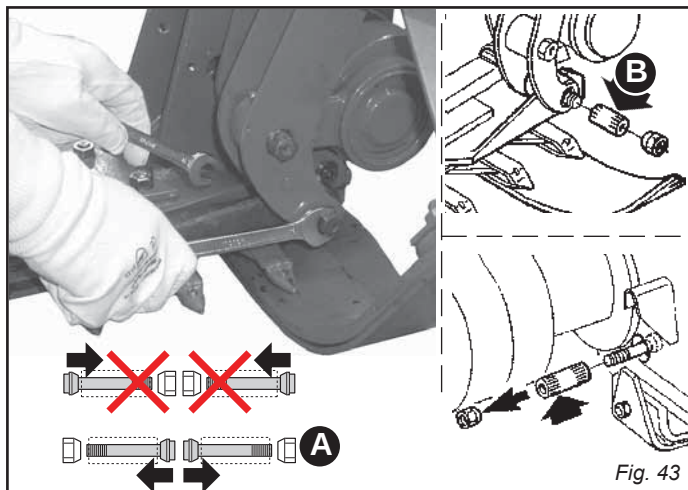
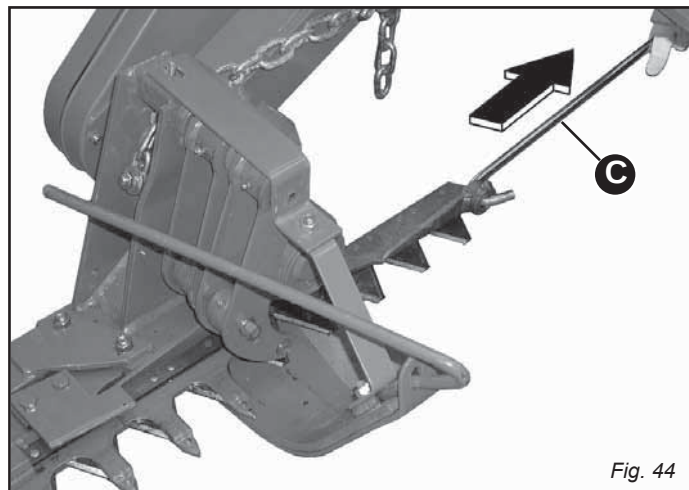

Fig. 43
Fig. 44
- Togliere il perno ad espansione (B, Fig. 43) e sfilare l'asta porta sezioni (Fig. 44) con il tirante d'aggancio (C, Fig. 44).
- Togliere il perno ad espansione (B, Fig. 43) e sfilare l'asta porta sezioni (Fig. 44).
- Togliere il perno ad espansione (B, Fig. 43) e sfilare l'asta porta denti (Fig. 44).